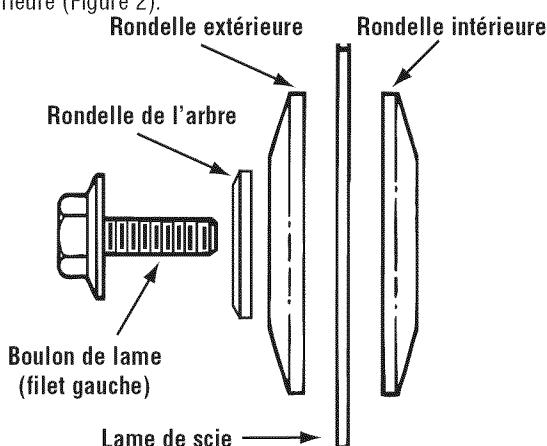

Figure 2. Ferrures de lame
- Retirez le boulon de lame, la rondelle de l'arbre, la rondelle extérieure et la lame. Il n'est pas nécessaire de retirer la rondelle intérieure (Figure 2).
- Remplacez la rondelle extérieure et la rondelle de l'arbre, et serrez le boulon de retenue de la lame à fond à la main dans le sens contraire des aiguilles d'une montre. (Figure 2). Appuyez sur le blocage de l'arbre et serrez le boulon de lame fermement, à l'aide d'une clé à lame, sans serrer excessivement.